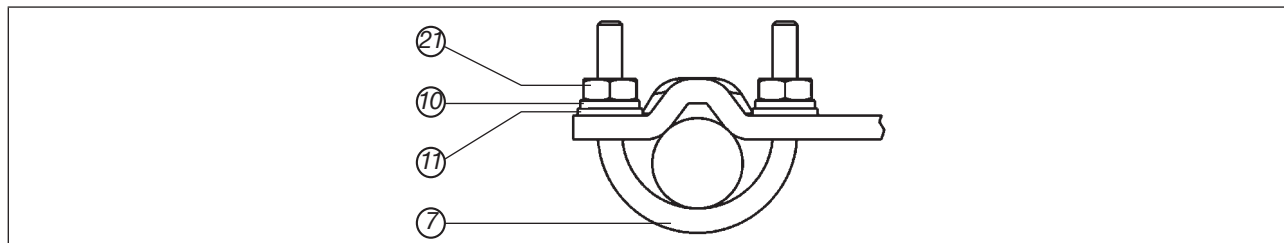

Figure 26 : Fixer le positionneur avec l'équerre de montage pour les actionneurs avec portique
→ Fixer l'équerre de montage avec les tiges en U (7), les rondelles (11), les rondelles élastiques (10) et les écrous hexagonaux (21) sur le portique (voir « Figure 26 »).